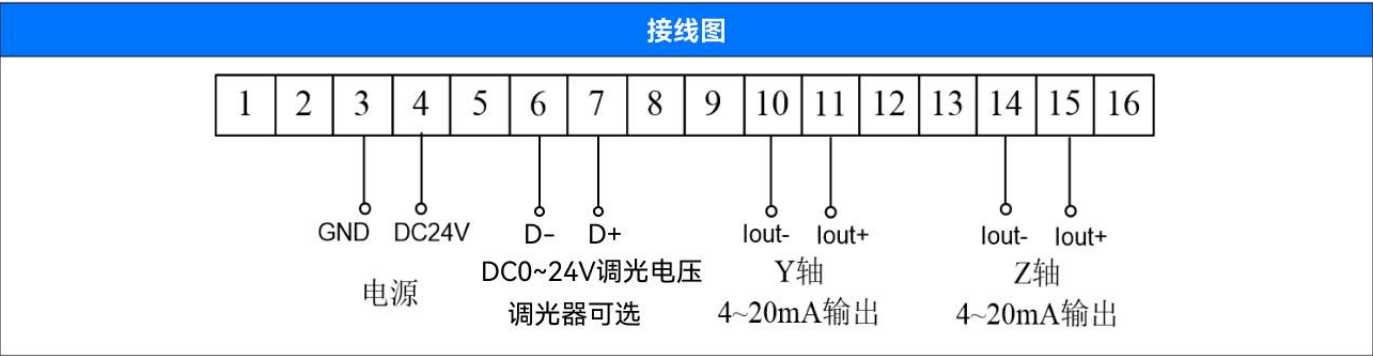

图1.5
产品提供16路接线端子，采用DC24V电源单独供电，Y轴和Z轴各输出1路4~20mA电流信号，带1路电位器调光接口（若不调光，可不接）。接线图如图1.5所示。
2. 接通电源，按图1.5所示接线，推动手柄杆，标识号10、11之间电阻读数为 $4 \sim 20\text{mA}$ 连续线性变化的输出值，红色100%刻度对应 4mA ，绿色100%刻度对应 20mA 。旋转手柄杆，标识号14、15之间电阻读数为 $4 \sim 20\text{mA}$ 连续线性变化的输出值，逆时针旋转电流减小，旋转至 180° 时输出 4mA ，顺时针旋转电流增加，旋转至 180° 时输出至 20mA ；背光灯正常发光。检验完成后，将手柄杆置于0刻度处。
4. 根据本产品使用的配件特性，任何时间段瞬时输入电压不得超过图1.5中规定范围的20%。避免造成瞬间电流过大，烧毁配件。